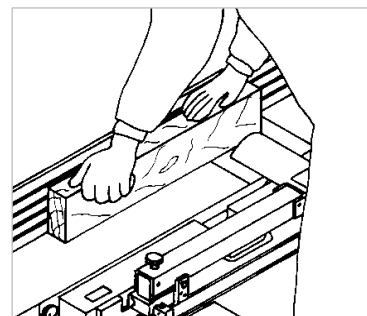

Abbildung 30: Fügen über 65 mm (2)
- Gegen Ende der Bearbeitung (ausgangsseitig) muss die rechte Handfläche immer noch von oben auf dem Werkstück liegen (siehe ⇒ Abbildung 30).